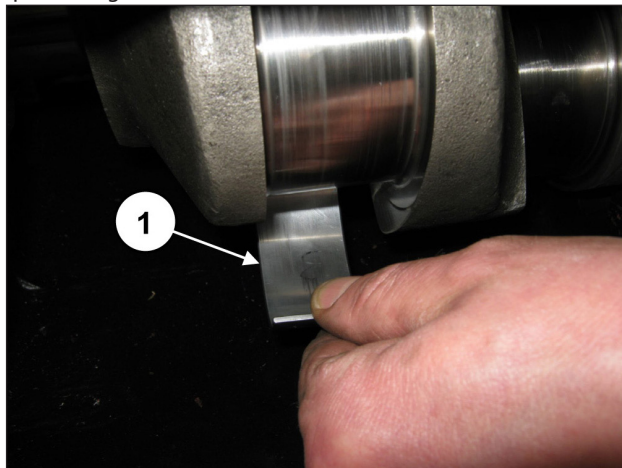

Fig. 20
Solte os três semi-rolamentos superiores das semi-hastes (pos. ①, Fig. 20).